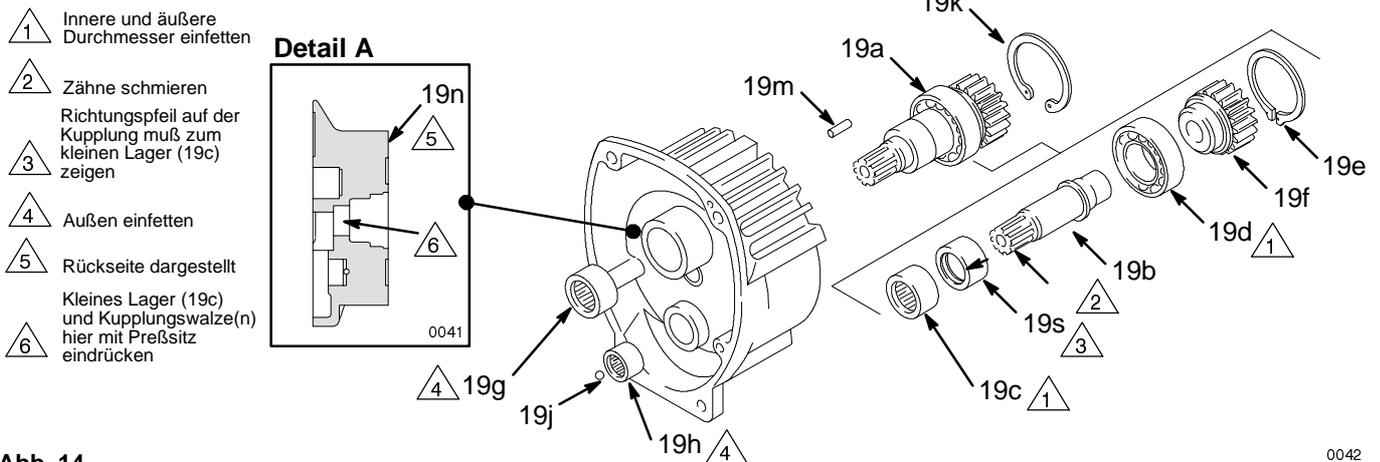

Abb. 14
HINWEIS: Siehe Abb. 14, außer wo anders angegeben.
5. Teile wie in Abb. 14 gezeigt einfetten.
- Kleines Lager (19c), danach Walzenkupplung (19s) in das hintere Ende des Gehäuses (19n) geben, wobei der Richtungspfeil zum kleinen Lager weist. Siehe Detail A in Abb. 14.